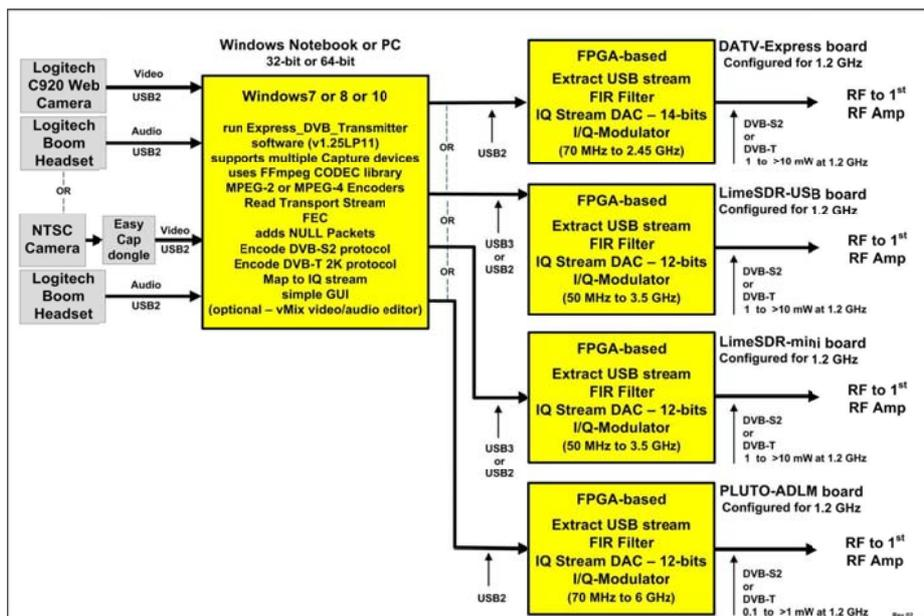

Figure 1 - Schéma du logiciel v1.25LP11 Express\_DVB\_Transmitter avec possibilités pour l'exécution d'une des quatre cartes de l'émetteur
Ce Guide de l'utilisateur couvre l'utilisation du logiciel de Express\_DVB\_Transmitter pour conduire l'émetteur-Express DATV Conseil dans les deux environnement Windows 32 bits ou 64 bits sur les ordinateurs de bureau et portables basés sur Intel, comme le montre Figure 1 et Figure 2. Pour la préparation du protocole DVB-S, le PC Windows capture le flux d'entrée audio / vidéo, utilise CODEC logiciel basé sur l'encodage, prépare le flux de transport (TS) et gère l'interface graphique. Le conseil d'administration du matériel FPGA fait la plupart du travail pour le traitement du protocole DVB-S, en ajoutant les calculs Forward Error Correction (FEC). La carte matérielle DATV-Express façonne également les flux de données de IQ et module en utilisant un modèle Analog Devices ADRF6755 puce IQ-modulateur.
Lors de l'exécution du protocole DVB-S2, le FPGA sur la carte DATV-Express est trop petit pour coder le protocole DVB-S2. La même restriction FPGA est vrai pour le protocole DVB-T. Par conséquent, à la fois le DVB-S2 et DVB-T protocoles doivent être codés sur l'ordinateur Windows (comme le montre Figure 2). Tous les protocoles doivent me codé sur l'ordinateur Windows pour les deux cartes matérielles LimeSDR et PLUTO comme le montre Figure 1.
Le logiciel Express\_DVB\_Transmitter nécessite un bureau Windows / ordinateur portable et la carte de modulateur de matériel pour effectuer tout le traitement DVB-S. Étant donné que le logiciel Express\_DVB\_Transmitter prend désormais en charge d'autres cartes de modulateur (voir Figure 1), différents pilotes doivent être installés pour chaque type de carte de modulateur de matériel. Le PC Windows capture la vidéo et l'audio, puis envoyer le traitement de flux de transport (TS) flux de données à la carte modulateur de matériel via une connexion USB2. Le FPGA sur la carte du matériel fait tout le protocole DVB-S encodage. Voir Figure 1